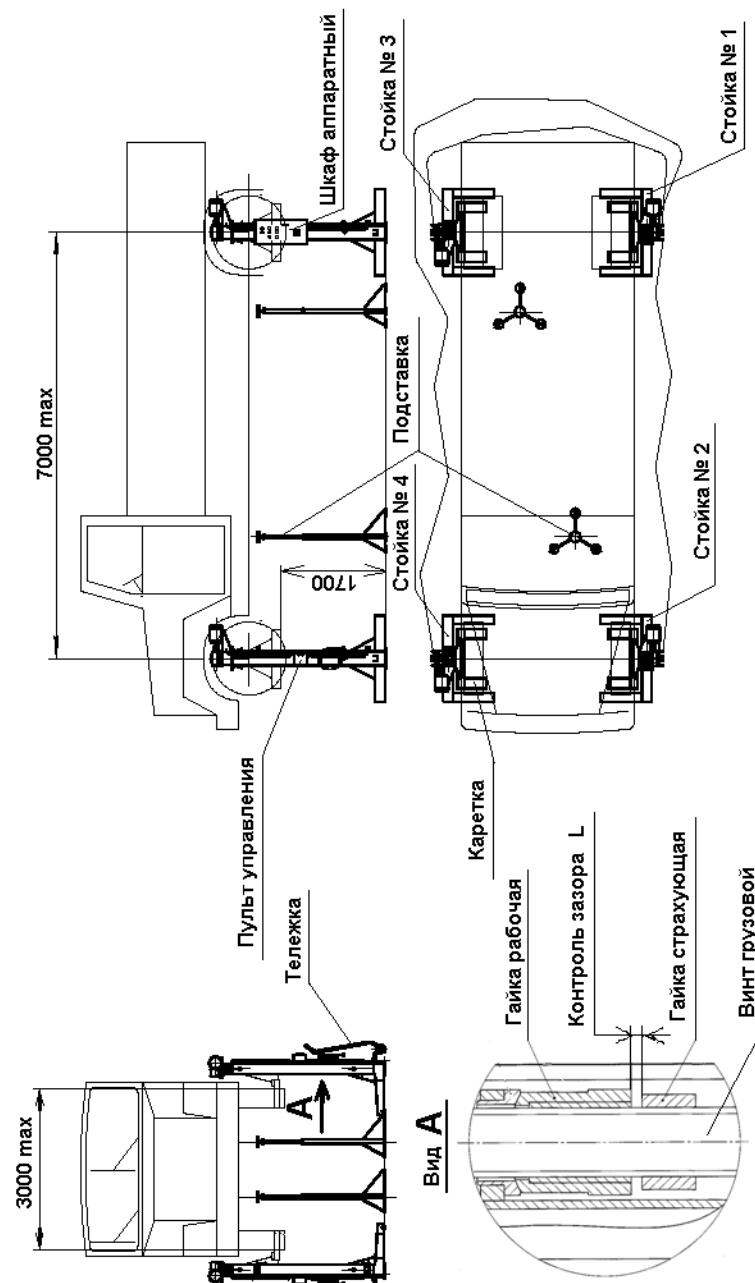
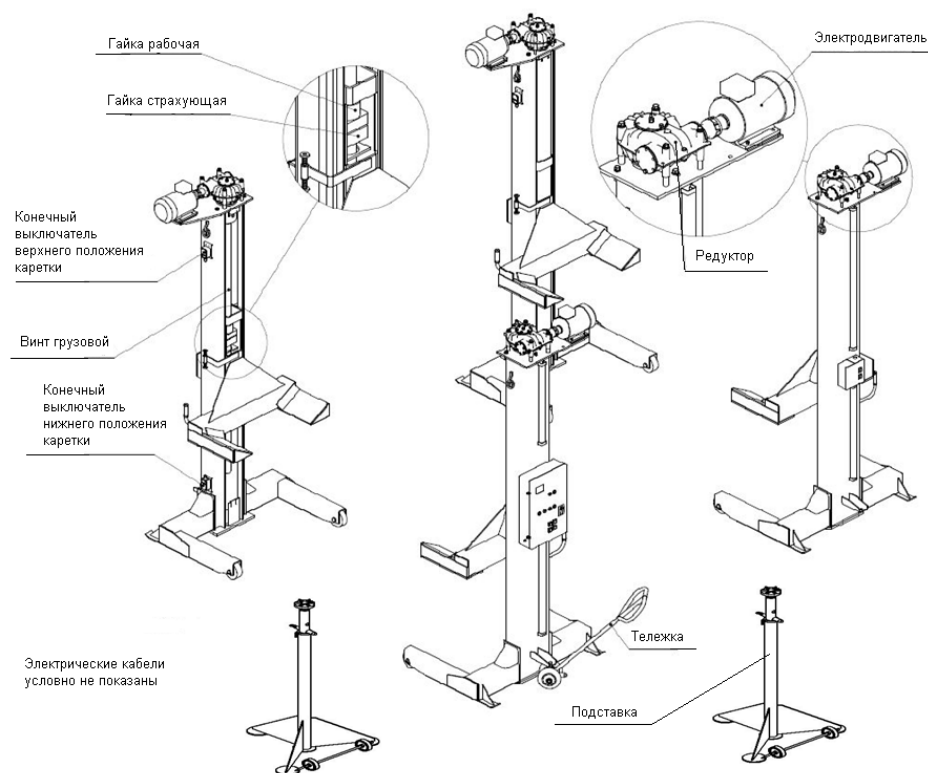

Рис. 1. Подъемник передвижной ПП - 16
Рис. 2. Составные части подъемника передвижного ПП - 16
4.1. Подъемник состоит из четырех стоек (см. Рис.1 и Рис.2), каждая из которых имеет электромеханический привод, каретку, грузовой винт, рабочую и страхующую гайки, конечные выключатели верхнего и нижнего положения кареток. На первой стойке установлен шкаф аппаратный, имеющий корпус с панелью электрооборудования, автоматический выключатель, лампочку «Сеть», «Авария», кнопки «Вверх» и «Вниз» для управления первой стойкой и кнопки «Вверх» и «Вниз» для управления всеми стойками одновременно. На остальных стойках установлены посты управления с кнопками «Вверх» и «Вниз» для управления данной стойкой.